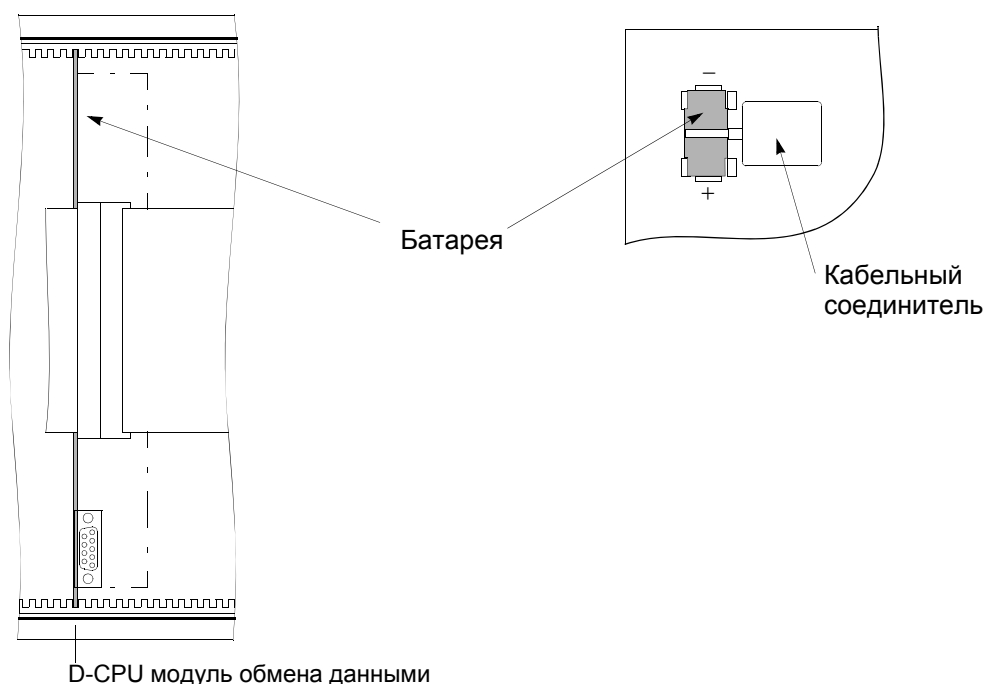

рис. 8-5 Вид спереди после снятия передней панели и размещение буферной батареи
- Батарея находится сверху модуля обмена данными D-CPU, спереди (рис. 8-5, стр. 331).
- Вставьте новую батарею в защелкивающийся разъем (рис. 8-5, стр. 331). **Соблюдайте правильную полярность батареи!**